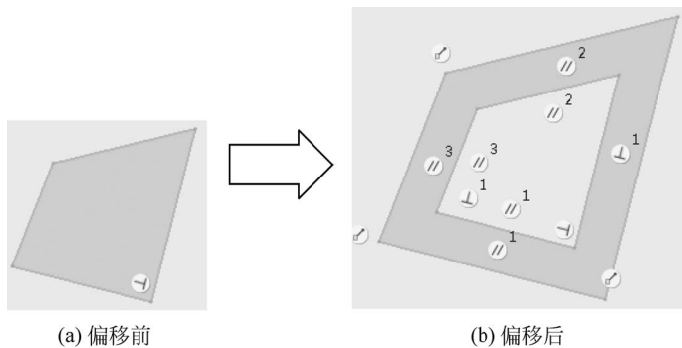

图 3.30 图元偏移
图元的偏移主要用来将所选择的源对象沿着某个方向移动一定的距离, 从而得到源对象的一个副本, 这就是图元的偏移。下面以图 3.30 为例, 介绍图元偏移的一般操作过程。
步骤 3: 选择偏移对象。在“类型”对话框选中 环(L) 单选项, 选取如图 3.30(a)所示的任意直线。